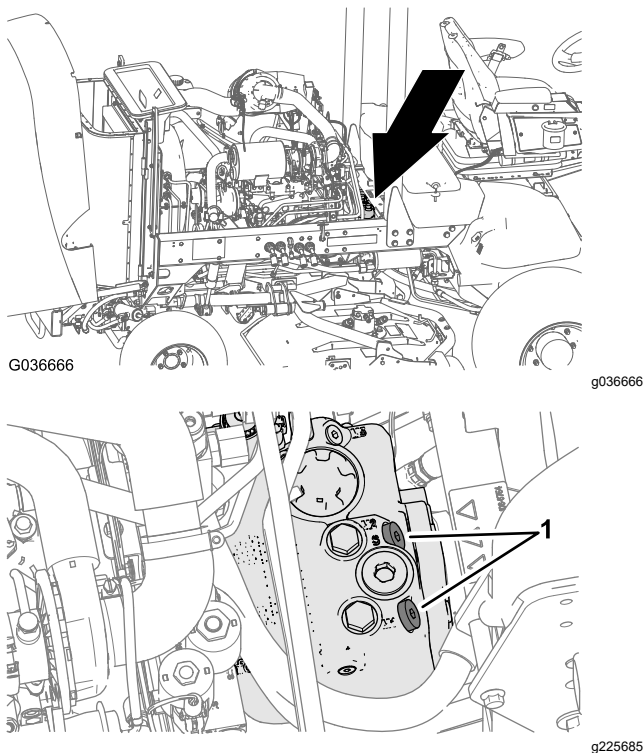

Figure 37
1. Ouvrez le capot et localisez les clapets de décharge (Figure 37) au sommet de la pompe, derrière la batterie/les bacs de rangements.